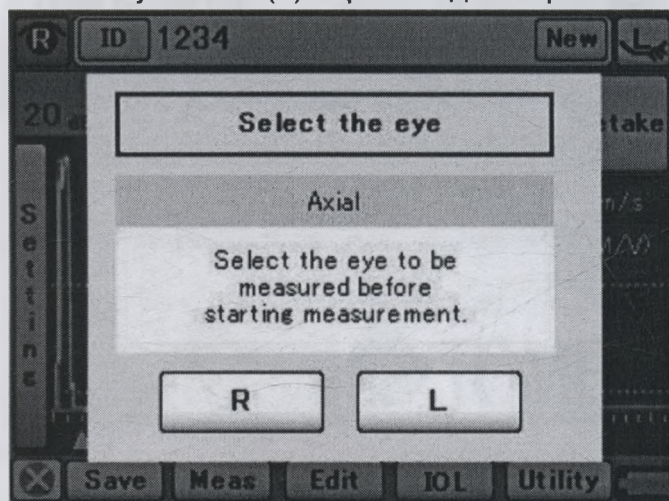

Рис. 2
- 2) Когда сменяется режим, на дисплее появляется окно выбора глаза пациента (Рис. 2). Выберите глаз и начните новое измерение.